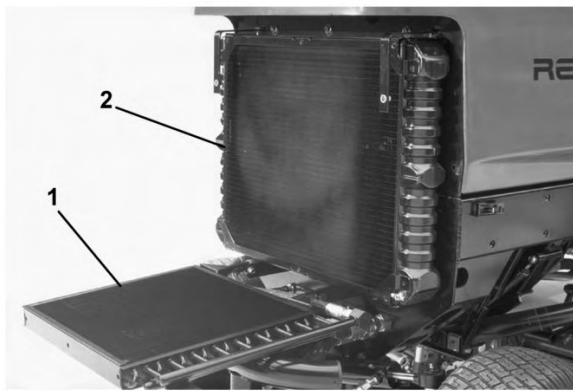

Figura 73
3. Svitare le manopole e girate indietro il refrigeratore dell'olio (Figura 73). Pulite accuratamente entrambi i lati dell'area del refrigeratore dell'olio e del radiatore utilizzando aria compressa. Non usate acqua. Aprite il cofano e soffiare via i detriti verso il retro della macchina. Riportate il refrigeratore dell'olio nella posizione originale e serrate le manopole.